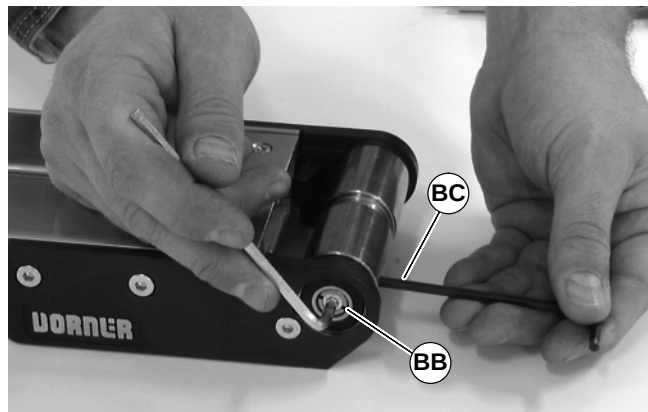

Abbildung 46
3. Zu beiden Seiten der Antriebswelle mit einem 4 mm Innensechskantschlüssel die konische Schraube an der Antriebswelle (BB siehe Abbildung 46) mit 4 Nm festziehen. Die Antriebswelle mit dem zweiten Innensechskantschlüssel (BC), der in das Loch an der Antriebswelle eingeführt wird, festhalten.